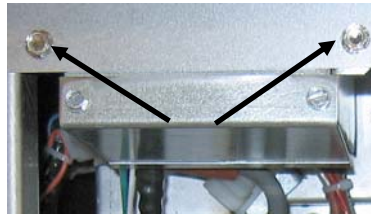

図6
3. モジュールアッセンブリをフレームに固定していた上部2本のネジを緩めます(図6参照)。